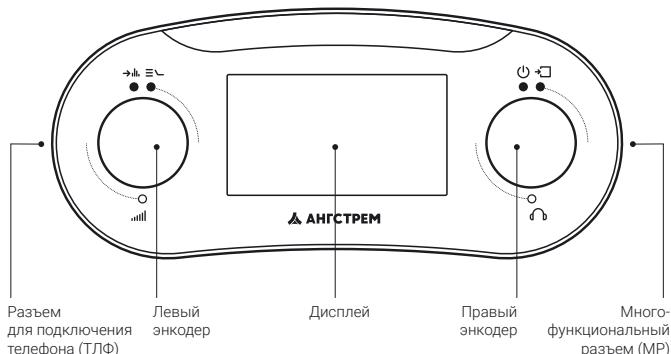

Рисунок 1 – Передняя панель приемника
4.3 Индикация. На передней панели расположен жидкокристаллический символьно-графический дисплей (рис. 1), отображающий информацию о режимах и параметрах работы приемника.
На передней панели (рис. 1) расположены органы управления – два энкодера.